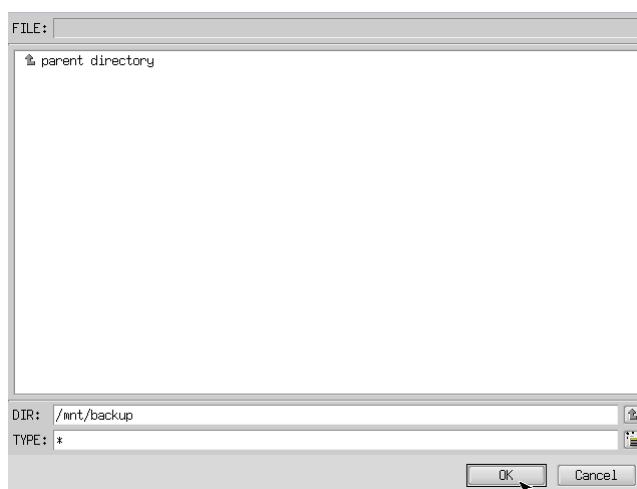

図 6-3-3. フォルダ参照画面
- ⑦ フォルダ参照画面（図 6-3-3）が表示されます。②で接続したパーティションは、/mnt にマウントされますので、/mnt 以下のフォルダを選択してください。[OK] を押すとフォルダ選択画面にもどります。
- ⑧ フォルダ選択画面（図 6-3-3）で指定したバックアップフォルダが入力されていることを確認します。[次へ]ボタンを押します。